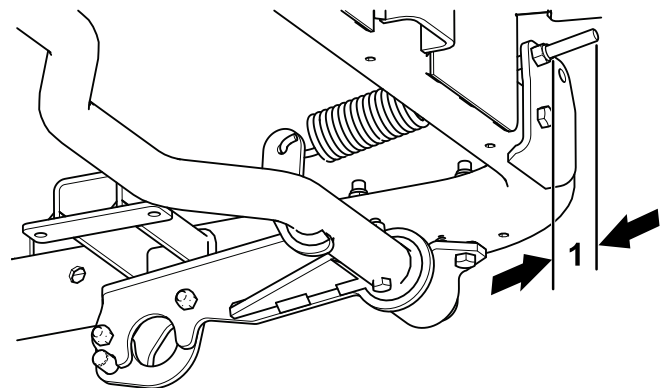

Figure 20
3. Serrez les contre-écrous de fixation de la tige de ressort jusqu'à ce que le filetage dépasse de 6 à 13 mm ($\frac{1}{4}$ à $\frac{1}{2}$ po) pour appliquer la tension au ressort (Figure 20).